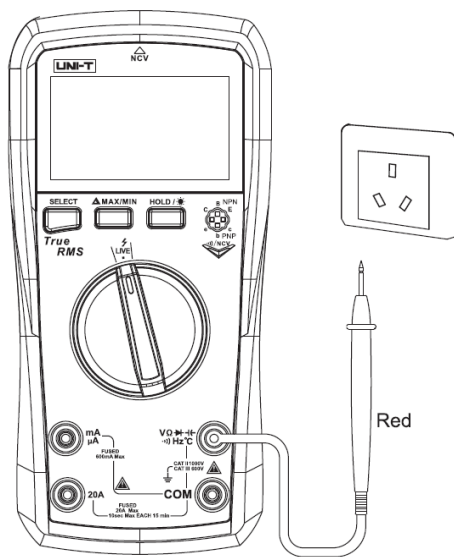

Рисунок 10
**10. Поиск фазового и нейтрального провода (только для UT890D+) Рисунок 10**